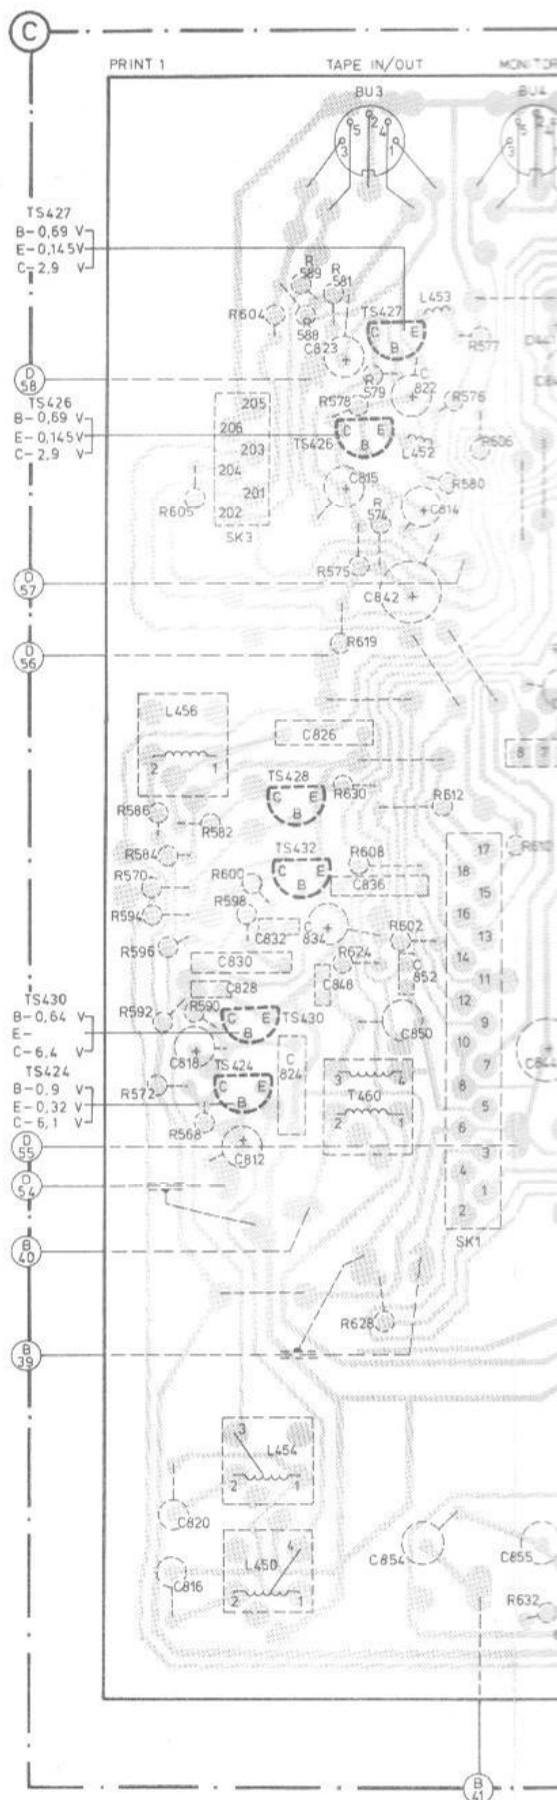

Fig. 17
- Schakel de wisoscillator uit door draad B40 los te solderen (zie print 1, Fig. 17).
IV. INSTELLING VAN DE VOEDINGSSPANNING C (print 2, Fig. 17)
- Schuif MICRO-potentiometer L (R) op maximaal.
Wanneer de automatische eindafschakeling niet goed functioneert, moet eerst gecontroleerd worden of het defect zich bevindt in het elektronische gedeelte of in de roterende schakelaar SK10 onder de rechterspoelschotel. Dit is te controleren door de spanning tussen de punten B27 en B26 te meten (print 4, Fig. 17). Hier moet een spanning aanwezig zijn van 1,5 ... 1,8 V. Als deze waarde gemeten wordt zijn collector en roterende schakelaar SK10 in orde en moet de fout in het elektronische gedeelte worden gezocht.